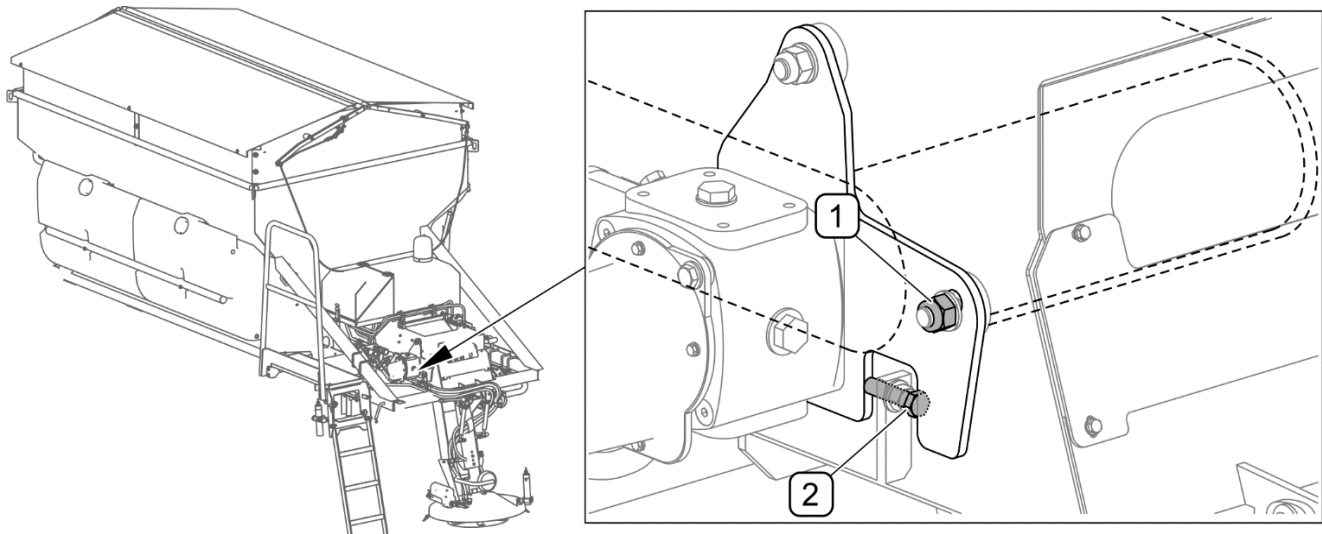

РИСУНОК 5.6 Регулировка приводного ролика
(1) - блокировочная гайка; (2) - регулировочный болт
Если лента работает со смещением к одному краю приводного ролика ленточного транспортера (РИСУНОК 5.6), то ролик необходимо соответственно отрегулировать. Регулирование выполняется только с одной стороны транспортера при помощи болта (2), изменяя положение кронштейна передачи привода ролика. Запустите контур внешней гидравлики транспортного средства, питающий машину. В меню "Счетчики" на пульте управления включить функцию "Разгрузка". Подробное описание изложено в разделе 4.9 РАЗГРУЗКА. Ослабьте гайку (1) и при помощи регулировочного болта (2) установите ленту посередине ролика. Во время регулировки нужно повернуть болт (2) на один поворот, немного подождать и проверить результат. Повторите действия, пока лента не будет двигаться по центру ролика. По окончании регулирования нужно выключить привод транспортера и затянуть гайку (1).